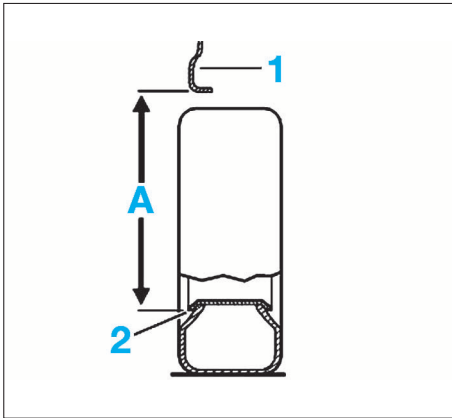

FIG. 1
Mesurer la hauteur (A) du véhicule : accrocher le mètre-ruban au centre du rebord inférieur de la jante (2) et effectuer la mesure par rapport au rebord inférieur du passage de roue (1) (Fig.1).